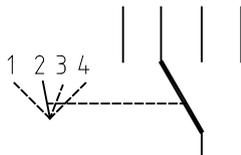

图3-27 绘制直线
- 02 调用【直线】命令，运用相对极坐标绘制直线，如图3-27所示，其命令行提示如下：